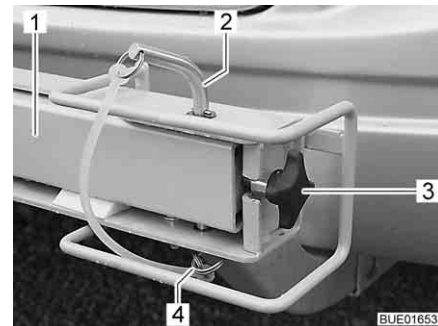

Fig. 2 Bloccaggio portabiciclette
- Estrarre la spina a molla (Fig. 2,4).
- Sfilare il perno di sicurezza (Fig. 2,2) tirandolo verso l'alto.
- Svitare la vite della manopola (Fig. 2,3), eventualmente estrarla.
- Tenere il braccio orientabile (Fig. 2,1) e orientarlo di lato.